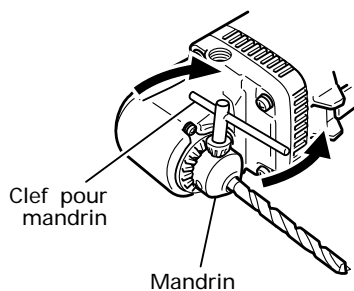

Fig. 2
7. Montage des forets (Fig. 2)